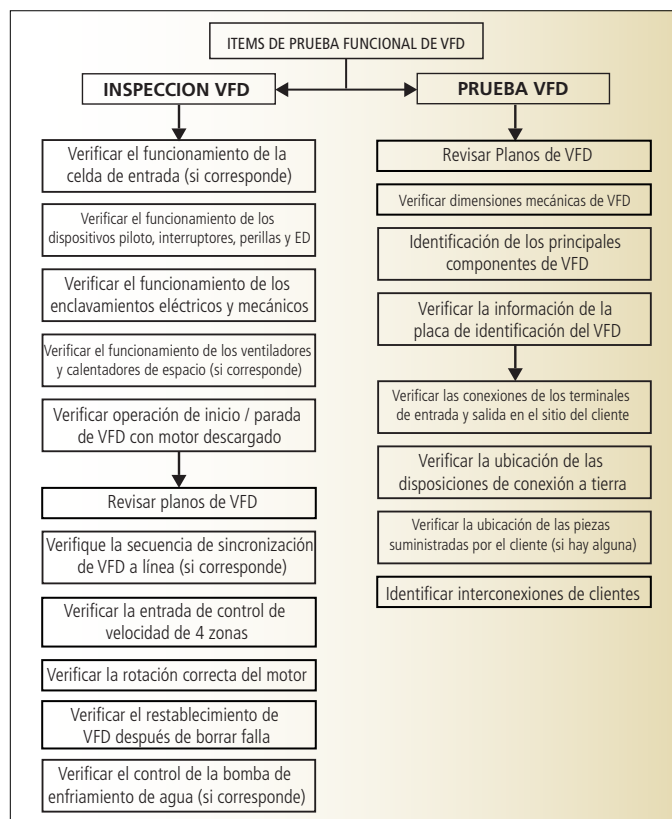

Figura 4: Prueba funcional VFD presencial
4. Prueba funcional de VFD: cuando un usuario final solicita una FAT, esta es la prueba a la que generalmente se hace referencia. Esta es la menos costosa de las pruebas presenciales, y demuestra al cliente que el VFD está diseñado según las especificaciones mecánicas y eléctricas. La figura 4 muestra elementos típicos en una prueba funcional. Para los variadores refrigerados por aire, una prueba de funcionamiento durará aproximadamente un día y para los variadores refrigerados por agua aproximadamente dos días. Tenga en cuenta que una prueba presencial funcional no debe confundirse con una prueba de carga completa.